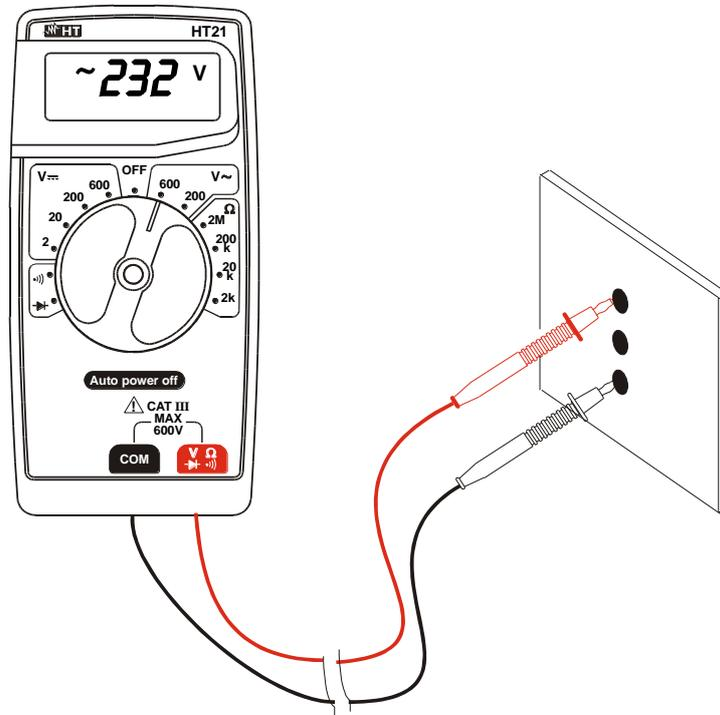

Fig. 3: Utilização do instrumento para medir tensões CA
2. Inserir o cabo vermelho no terminal de entrada **VΩ** e o cabo preto no terminal de entrada **COM** (ver Fig. 3).